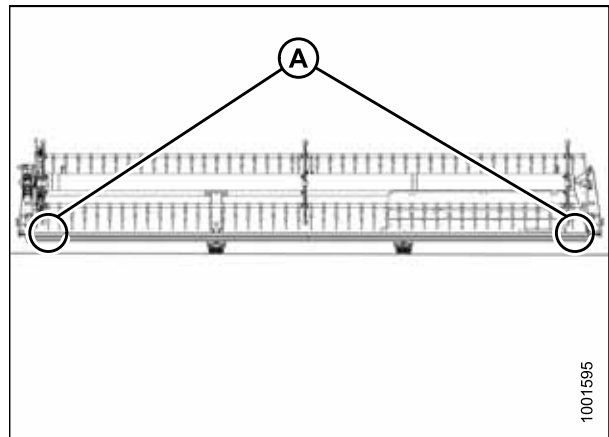
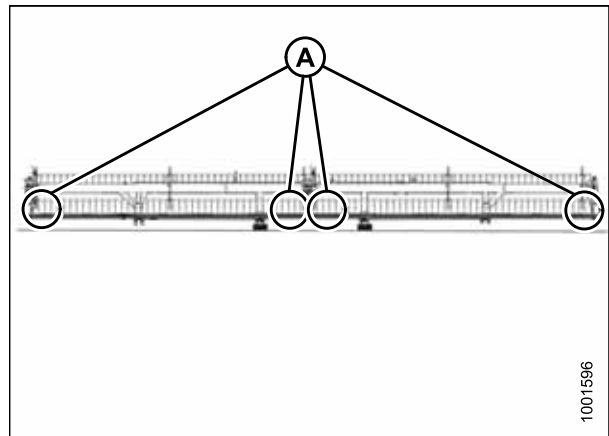

Figura 5.240: Pontos de medição do molinete simples (dois lugares)
Figura 5.241: Pontos de medição do molinete duplo (quatro lugares)
- Meça a distância (X) entre os pontos (B) e (C) nas extremidades de cada molinete (A). (Consulte a figura 5.240, página 518 e a figura 5.241, página 518 para os locais de medição.)